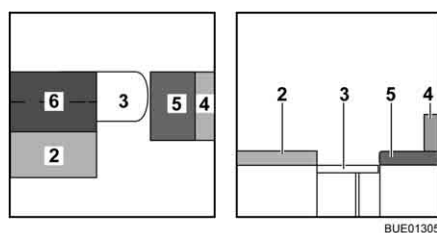

Bild 122 Under ombyggnaden
- Fäll upp den extra dynan (Bild 122,6) och lägg den på bordet.